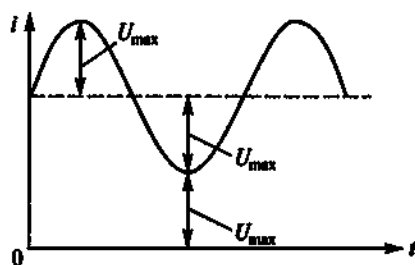

Рис. 107
3.65. Указать неправильный ответ на следующие вопросы, характеризующие кривую напряжения, показанную на рис. 107 (считая значение $U_{\max}$ известным).